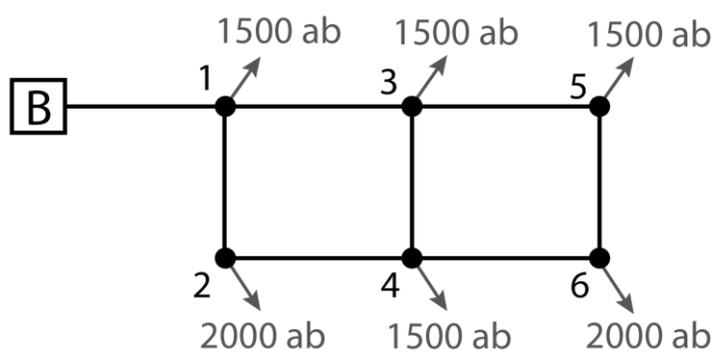

Figura 1 – Schema del sistema acquedottistico (alto), rete di distribuzione (basso).
Si richiede di progettare un acquedotto a servizio di un centro urbano di 10'000 abitanti equivalenti, nell'ipotesi di una dotazione idrica media annua di 250 l/(ab·giorno). Con riferimento alla Figura 1, l'acquedotto sarà costituito da:
- una condotta adduttrice che preleva la risorsa idrica necessaria ad alimentare il centro da un'opera di presa (A) e la consegna ad un serbatoio pensile (B);
- un serbatoio pensile (B) con funzioni di compenso giornaliero, antincendio e riserva;
- una rete di distribuzione (C) costituita da due maglie chiuse elementari. La Figura 1 riporta il numero di abitanti servito da ciascun nodo che costituisce la rete.